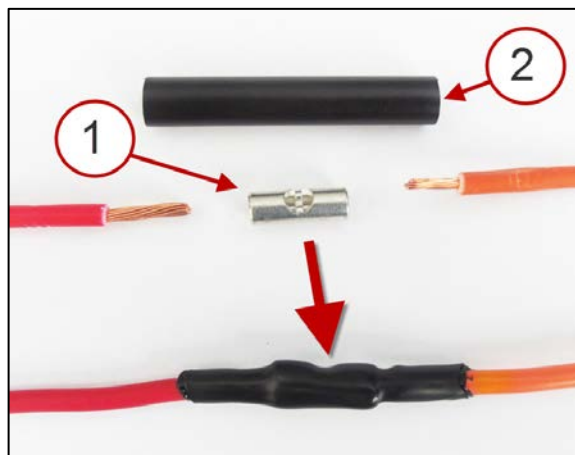

FIGURE 1
2. Connecter un des fils du porte-fusible avec le fil rouge fourni dans l'ensemble de pièces. Utiliser l'épissure bout à bout (item 1, Figure 1). Souder les fils avec l'épissure.
3. Insérer un bout de 2" de tube thermo-rétractable par-dessus la connexion et chauffer pour le rétracter comme montrer sur la Figure 1.